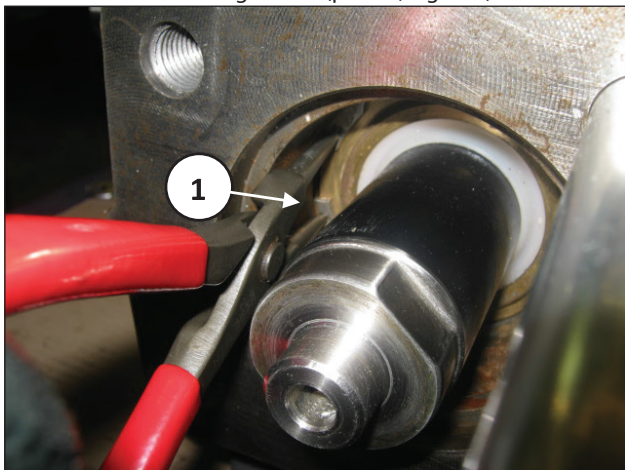

Fig. 122
Desmontar la anilla seeger Ø 78 (pos. ①, Fig. 122).